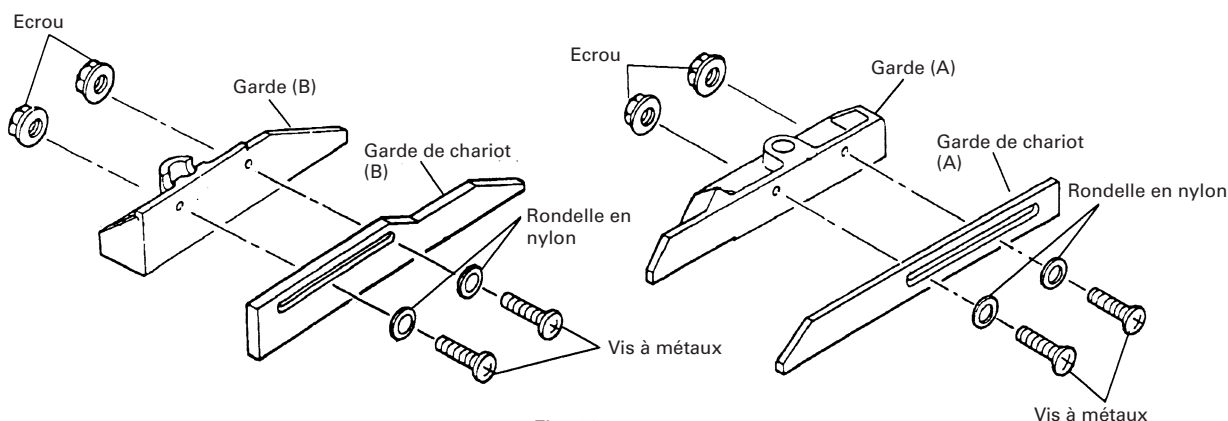

Fig. 20
- (1) Mettre la garde de chariot (A) et la garde de chariot (B) sur la garde (A) et la garde (B) du socle.
- (2) Pour fixer, utiliser les quatre vis à métaux avec des rondelles de nylon et des écrous comme indiqué à la Fig. 20.
- (3) Régler la garde de chariot (A) et la garde de chariot (B) de façon à stabiliser la pièce. La plage de réglage de la garde de chariot (A) et de la garde de chariot (B) va de 0 à 77 mm (0 à 3-1/32").
- (4) Vérifier que la garde de chariot (A) et la garde de chariot (B) sur la garde (A) et la garde (B) du socle sont solidement fixées avec quatre vis à métaux de façon que la garde de chariot (A) et la garde de chariot (B) ne bougent pas (voir Fig. 20).